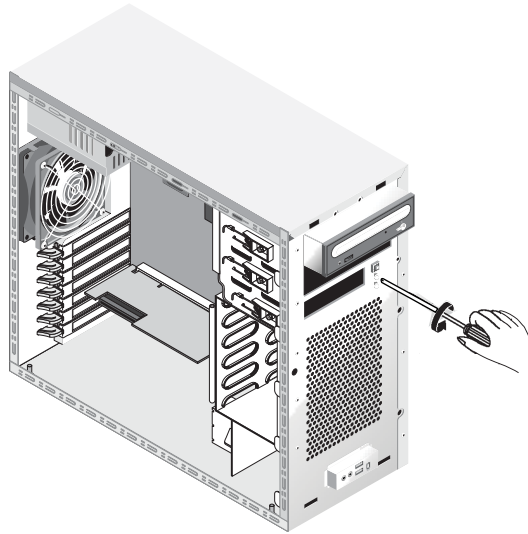

ABBILDUNG 4-22 Ausbauen des Bedienelements
4. **Lösen Sie die Befestigungsschraube des Bedienelements außen an der Vorderseite des Systemgehäuses (siehe ABBILDUNG 4-22).**